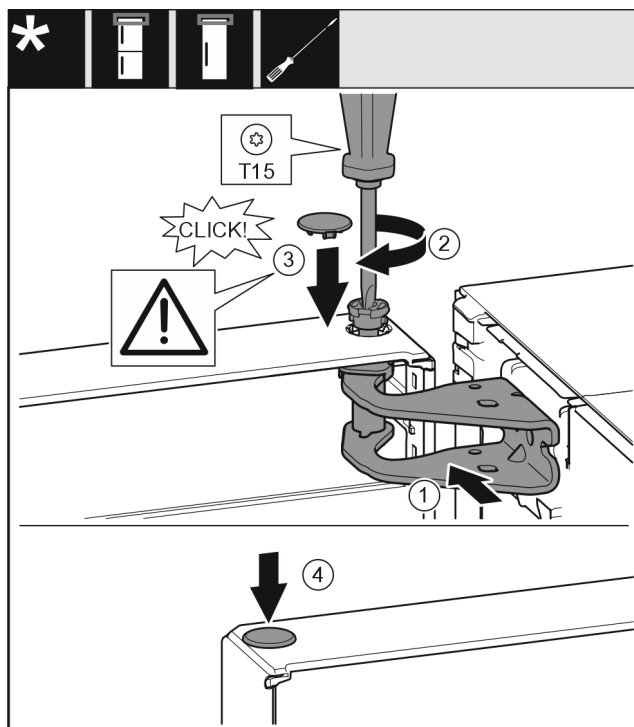

Fig. 53
- Выровняйте дверь вверху по отверстию в опорном кронштейне Fig. 53 (1).
- Вставьте палец Fig. 53 (2) и затяните отверткой.
- Установите крышку Fig. 53 (3).
- Проследите за тем, чтобы крышка Fig. 53 (3) прилегала к дверям.
- Установите крышку Fig. 53 (4).